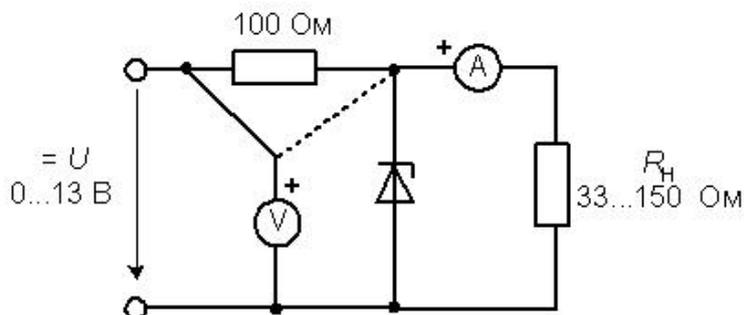

Рис. 2.11. Принципиальная схема параметрического стабилизатора
1. Соберите цепь параметрического стабилизатора согласно принципиальной схеме (рис. 2.11), сначала не включая в неё сопротивление нагрузки.